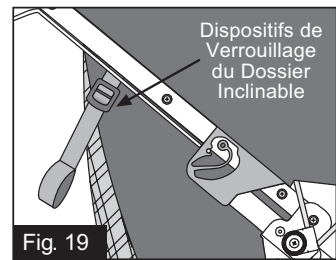

Fig. 19
11. LE DOSSIER INCLINABLE: Avant d'effectuer tout réglage du siège, veuillez mettre le frein de stationnement. Pour incliner le dossier, tournez les dispositifs de verrouillage (Fig. 19) vers l'avant, relâchant ainsi les courroies d'inclinaison du dossier. Pour soulever le siège, tirez les courroies d'inclinaison jusqu'à obtention de la hauteur voulue. L'inclinaison dossier du siège peut aller d'entièrement droite à entièrement couchée (Fig. 19 & 20).